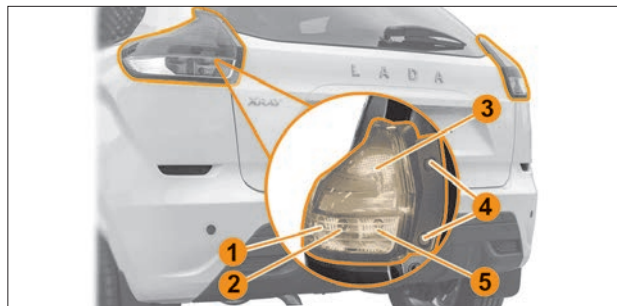
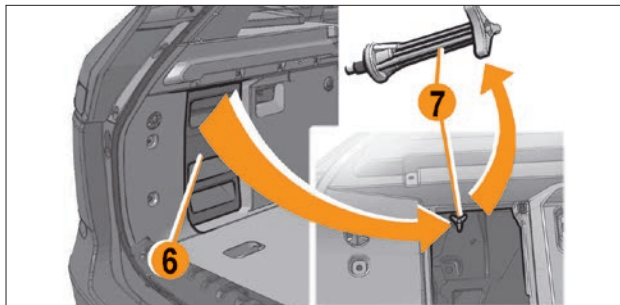

Рис. 8.12. Задние фонари
Рис. 8.13. Снятие обивки и винта
Для замены лампы в заднем фонаре сначала необходимо снять сам фонарь, для этого (рис. 8.12):
- откройте задка, обеспечив доступ к самонарезающим винтам **4** и винту **7** (рис. 8.13) крепления фонаря **1** (см. рис. 8.12);
- открутите винт **7** (см. рис. 8.13) из багажного отделения, для этого необходимо снять пластиковую обивку **6**, потянув ее в направлении, указанном на рисунке;
- аккуратно снимите фонарь **1** (см. рис. 8.12), потянув его на себя;